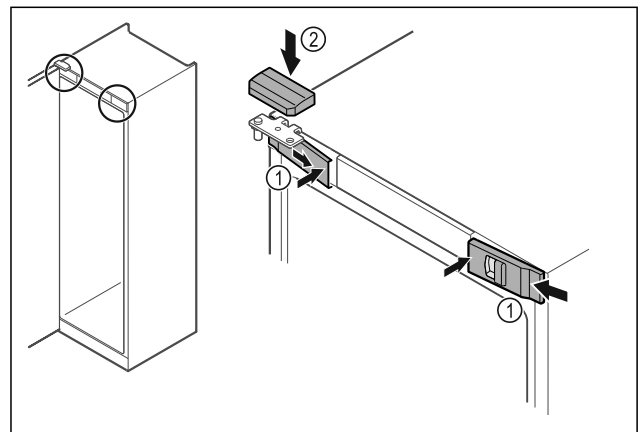

Fig. 44
- Αναρτήστε τα μπροστινά καλύμματα Fig. 44 (1) στο πλάι και κουμπώστε τα εσωτερικά.
- Κουμπώστε το επάνω κάλυμμα Fig. 44 (2) από πάνω.